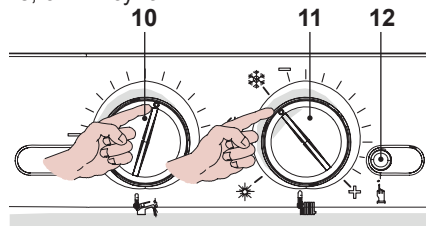

Рисунок 7.12
- Установите регулятор температуры воды горячего водоснабжения 10 и переключатель функций 11, как показано на рисунке, см. Рисунок 7.12.
- Чтобы настроить давление розжига горелки, войдите в режим программирования, нажав и удерживая в течение 15 секунд кнопку перезапуска 12 (Рисунок 7.12), пока на ЖК-дисплее не появится параметр **P01**. На ЖК-дисплее последовательно отобразятся следующие символы (параметр **P01** будет загораться поочередно с -- -- --).
- Нажмите кнопку перезапуска 12, см. Рисунок 7.12, и пролистайте параметры до **P14**, предназначенного для настройки давления розжига горелки. На ЖК-дисплее последовательно отобразятся следующие символы (параметр **P14** будет загораться поочередно с цифрой **135**).
- Чтобы изменить настройку, поверните регулятор температуры в системе горячего водоснабжения 10, см. Рисунок 7.12, и установите ее в выбранное положение.